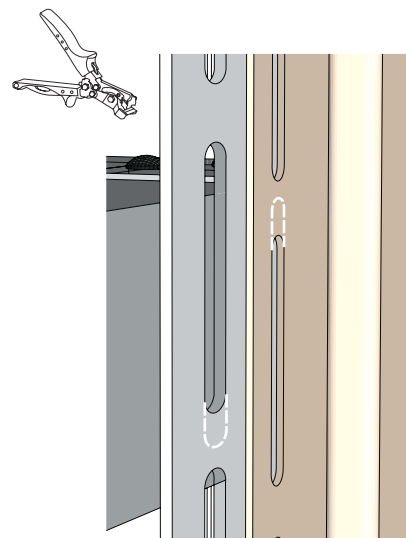

Рисунок 72
**14.5** Перфорационные отверстия при совмещении могут не совпадать, иметь разную разбежку (рис. 72). В таких случаях, используя пробойник овальных отверстий, нужно подогнать перфорационные отверстия, удлинив их на одном, другом или обоих доборных элементах. После монтаж проходит согласно общим правилам монтажа.